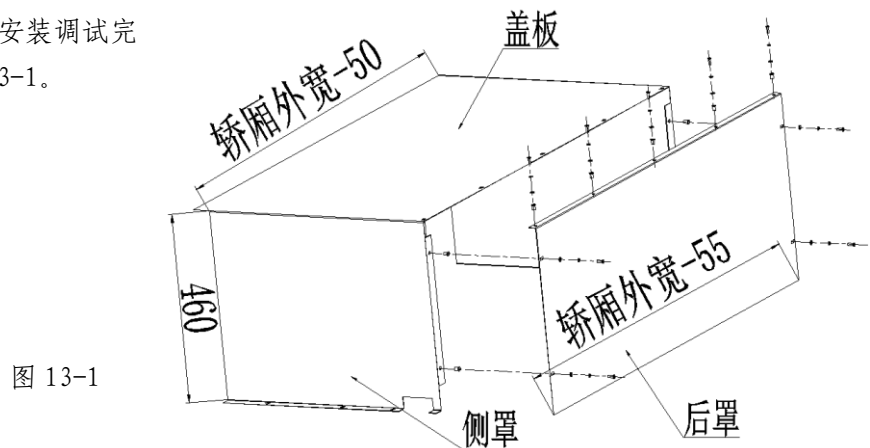

图 13-1
13.6 当项目为观光梯时, 配有轿顶护罩, 但此部件等电梯安装调试完成后才进行安装, 见图 13-1。